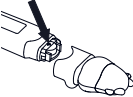

Figura 4
3. Estrarre delicatamente la scheda di circuito in plastica con la camera della batteria di circa 1 cm (leggermente meno di 1/2") (Figura 4).